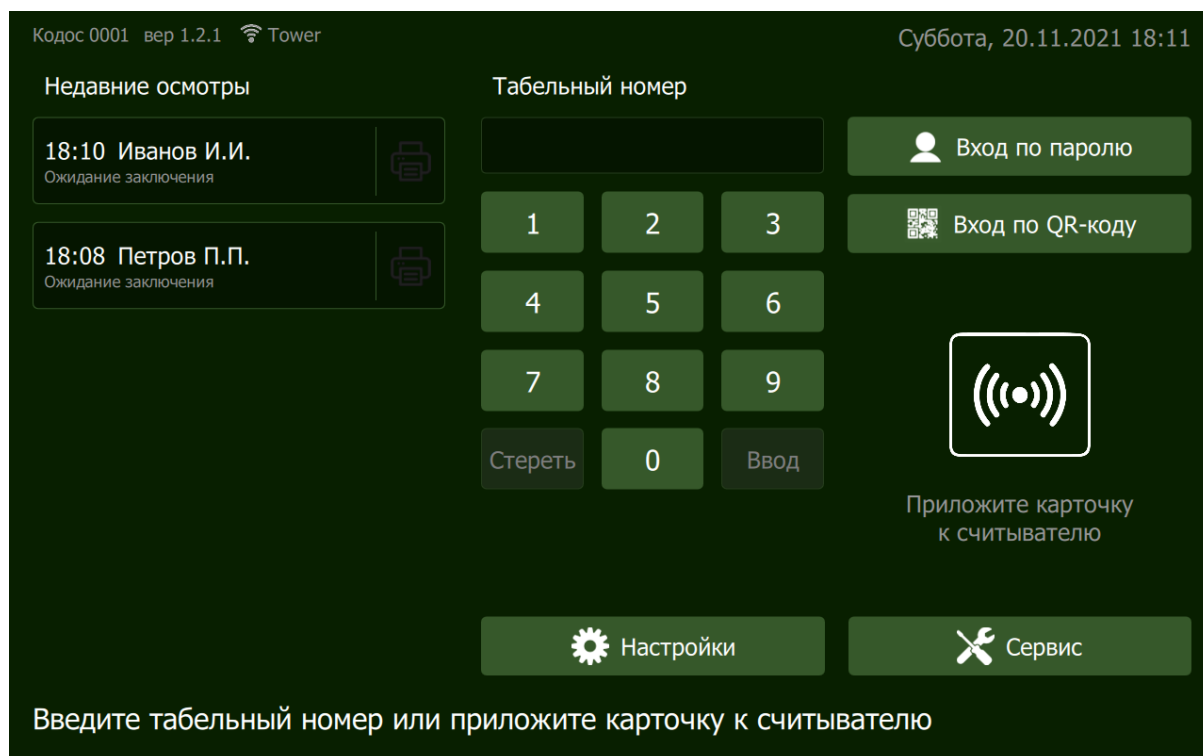

Рисунок 22 – Главный экран
3. После завершения автоматической самодиагностики будет отображен главный экран (рисунок 22).
Для перехода в сервисный режим нажмите на главном экране (рисунок 22) кнопку «Сервис».